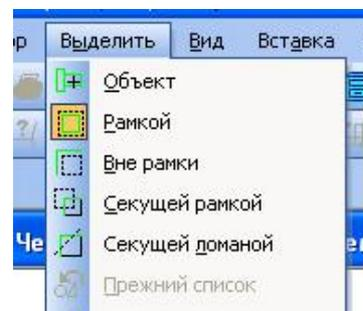

Рис. 1.20. Выпадающее меню **Выделить**
2) в появившемся меню (рис. 1.20) выбрать пункт **Рамкой**;